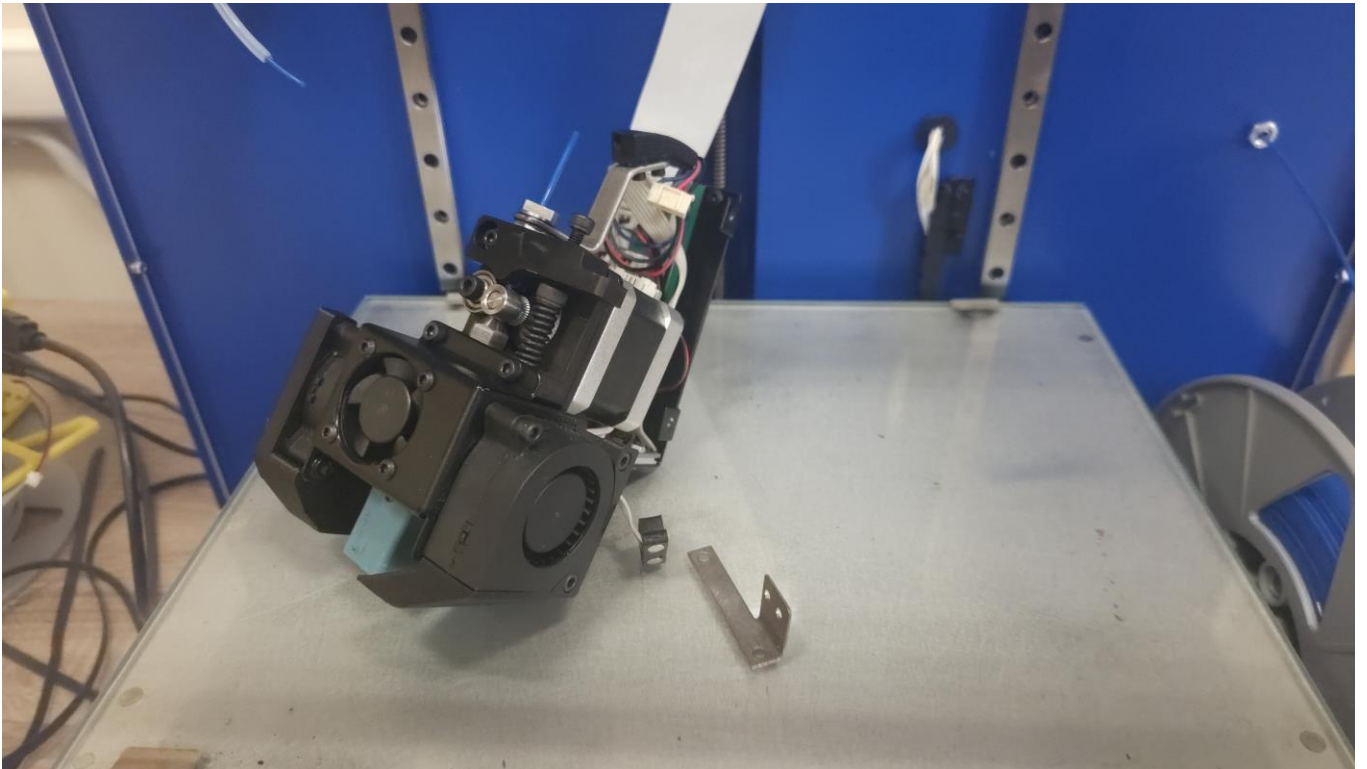

Рисунок 11 — Снятый экструдер
12. Снимите экструдер с направляющей (рисунок 11).